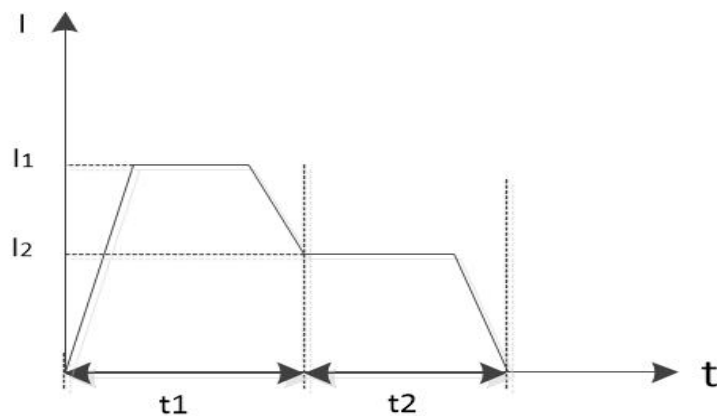

图 5-43 序列测试
5、按“On/Off”键负载 ON，显示屏通道状态标识为“ON”，观察显示屏读数，如图 5-43 所示。